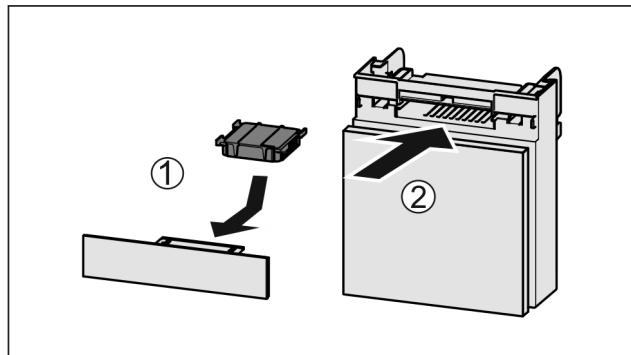

Fig. 75
- Insérer le filtre à charbon actif d'après le schéma Fig. 75 (1).
- Insérer le compartiment Fig. 75 (2).